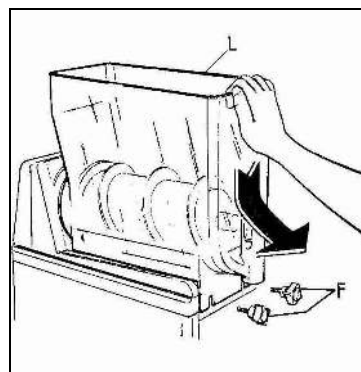

Fig. 11
- Svitare e sfilare i pomelli (fig.11) ed abbassare delicatamente la vasca come indicato in figura 11 e contemporaneamente tirarla verso l'esterno in modo da poterla liberare dalla sua sede.